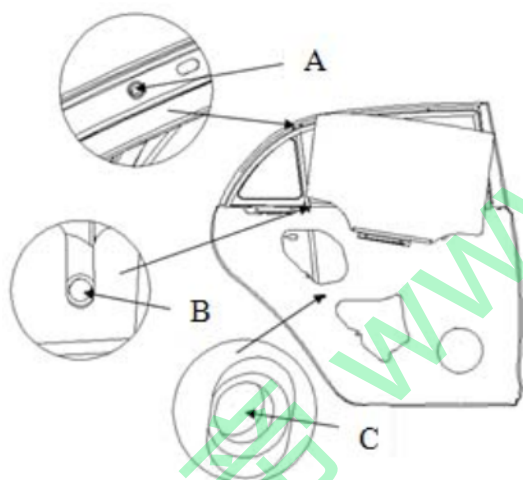

图 1-2 后门玻璃更换示意图
- 4) 卸下图 1-2 后门玻璃更换示意图上所示后门玻璃导轨的紧固件 A、B 和 C, 小心的将玻璃活动导轨拿出, 必要时可以将窗框段的玻璃泥槽全部扯下, 取下三角窗玻璃以免损坏。